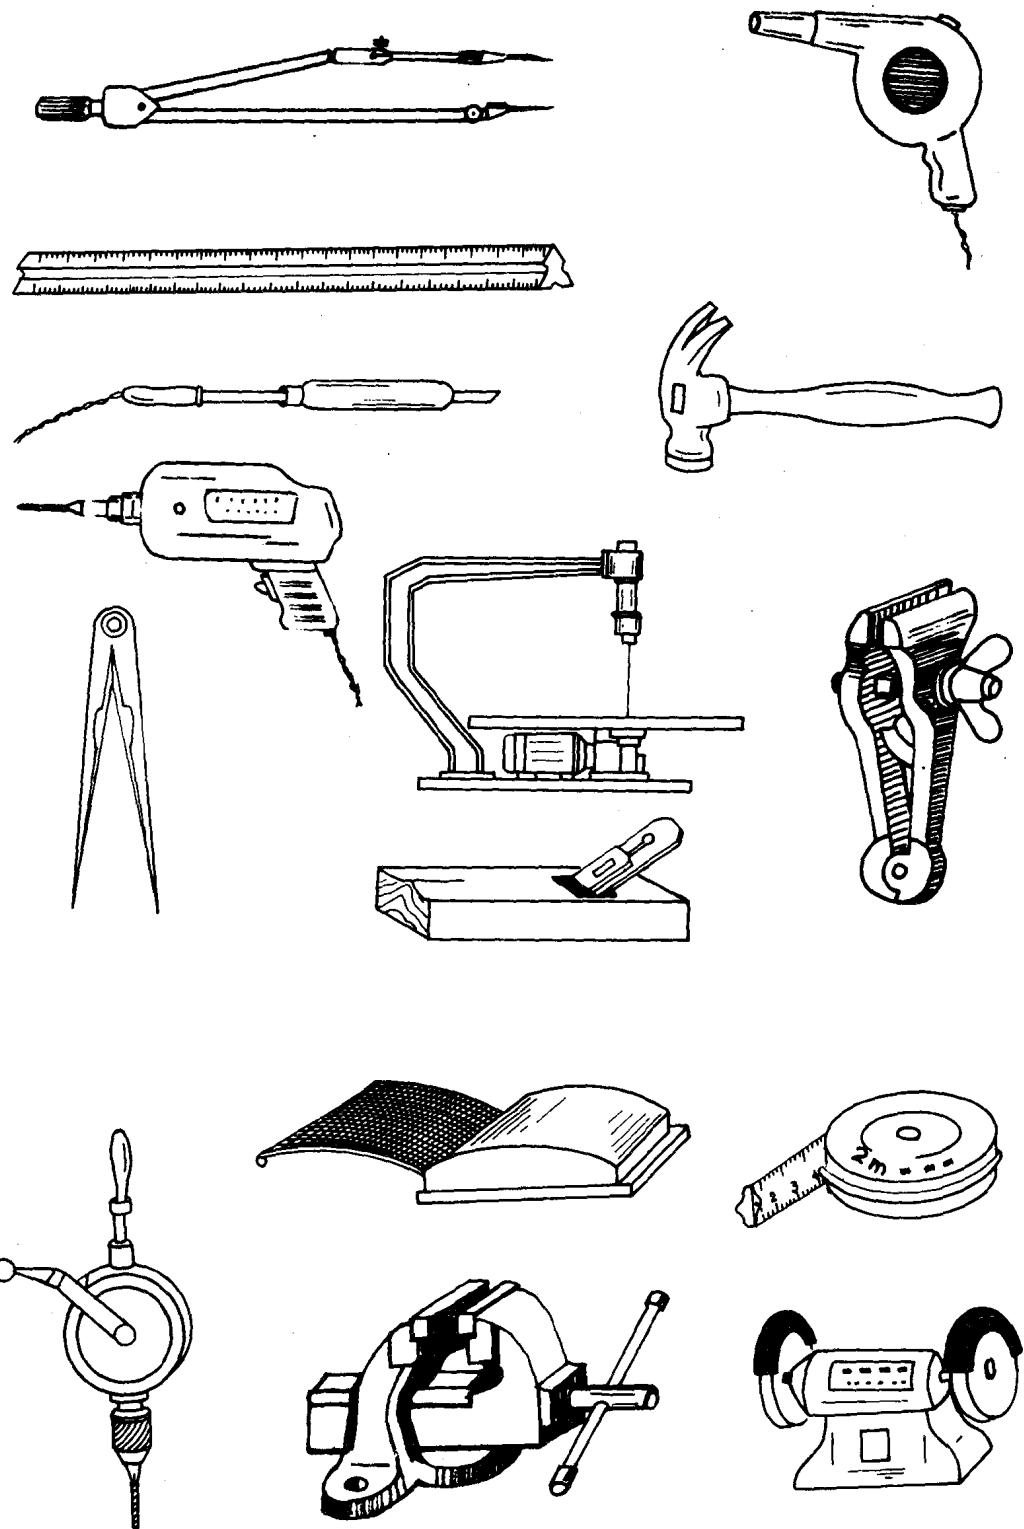
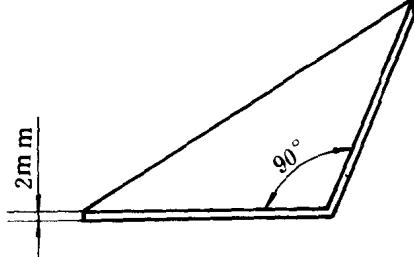

图 2 辅助工具
图 3
⑯台虎钳 加工模型毛坯及修理工具等用，应选用 80 毫米或再小一些的为宜。上述 17 种辅助工具参见图 2。
(3) 自制工具
①划线三角板 在制作模型时，会遇到很多平行线或量取直角关系。怎样才能迅速取得这些平行线或直角呢？自制一个特殊的三角板就可以迅速准确解决这些看起来简单做起来麻烦的问题，做法如下：
a. 取 1—3 毫米厚的透明有机玻璃片一块（大小随意），并用曲尺找出直角，锯好、磨平，使之成一个标准直角，两个任意角的三角板（如图 3）。